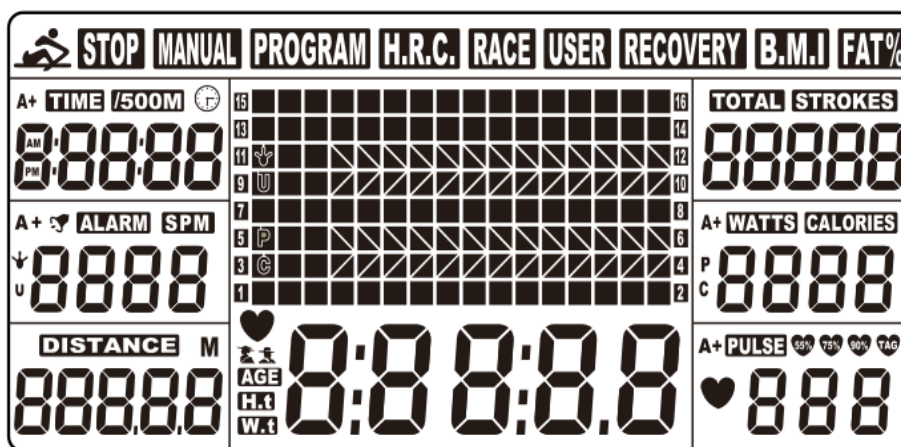
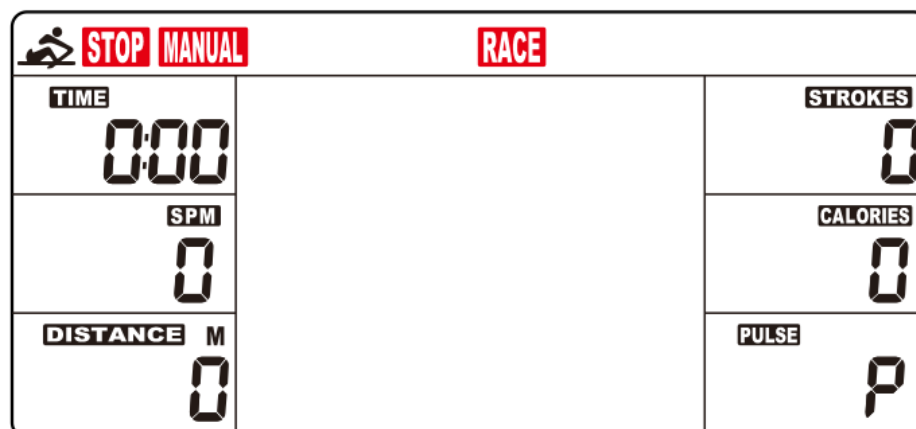

Fig. 1
Fig. 2
1. Instale 2 pilas AA (incluidas) y el medidor emitirá un pitido durante 2 segundos (Fig. 1). Luego, el medidor muestra la imagen del SPORT (DEPORTE) (Fig. 2).